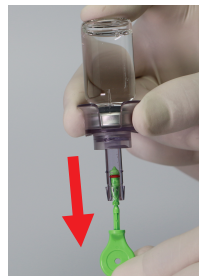

figura 7
g) Tire del émbolo para que el líquido se introduzca en la jeringuilla. Extraiga los burbujas de aire, si es necesario. Termine de llenar la jeringuilla; para ello, anquee el anillo rojo de goma con la línea de llenado, como se muestra en la figura 7.